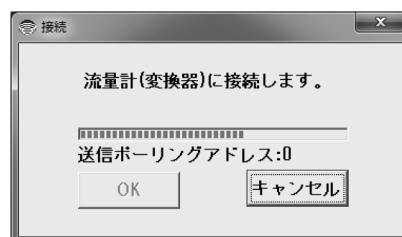

図10
- ⑦ ここで「OK」ボタンをクリックすると図10のようなメッセージボックスが現れ、接続を開始します。通信中は画面右上の○-○が点灯します。